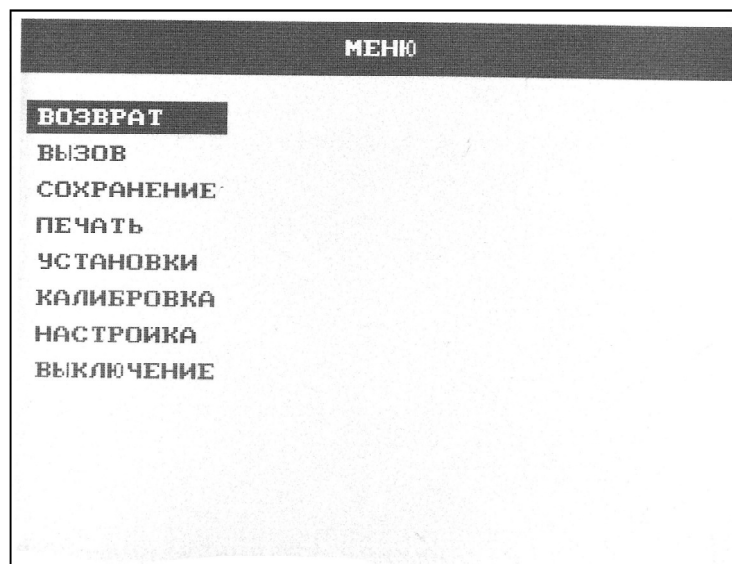

Рисунок 8 - Главное «МЕНЮ» программы управления аппаратом
2.2.3.2 Войти в главное «МЕНЮ» программы управления аппаратом. Для входа в главное «МЕНЮ» (рисунок 8) нажать на ручку энкодера поз. 10 (рисунок 3).
2.2.5.2 После проведения испытания войти в главное «МЕНЮ» (рисунок 8). Вращая энкодер, выбрать пункт меню «ПЕЧАТЬ» и нажать на ручку. Принтер начнет распечатывать протокол последнего испытания.